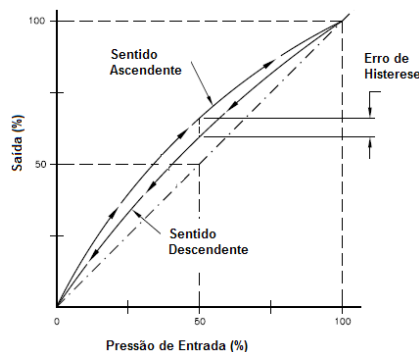

Figura 6 – Histerese
**Histerese:** é o fenômeno no qual a saída do transmissor de pressão difere da mesma entrada aplicada dependendo da direção em que é aplicado o sinal de entrada, isto é, se ascendente ou descendente. Normalmente a calibração de um transmissor de pressão é feita usando-se a sequência: 0, 25, 50, 75, 100, 75, 50, 25 e 0% do span. Vide figura 6.